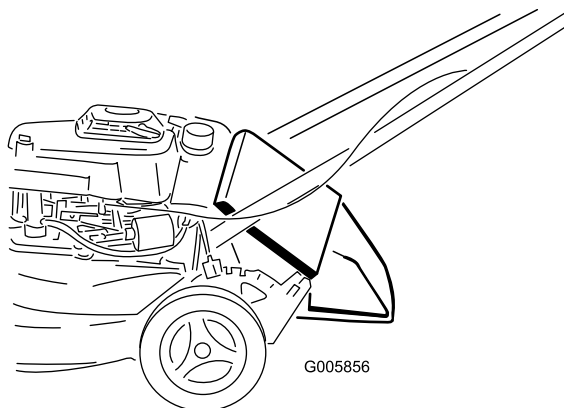

Figure 2
4. Abaissez le volet arrière (Figure 2).